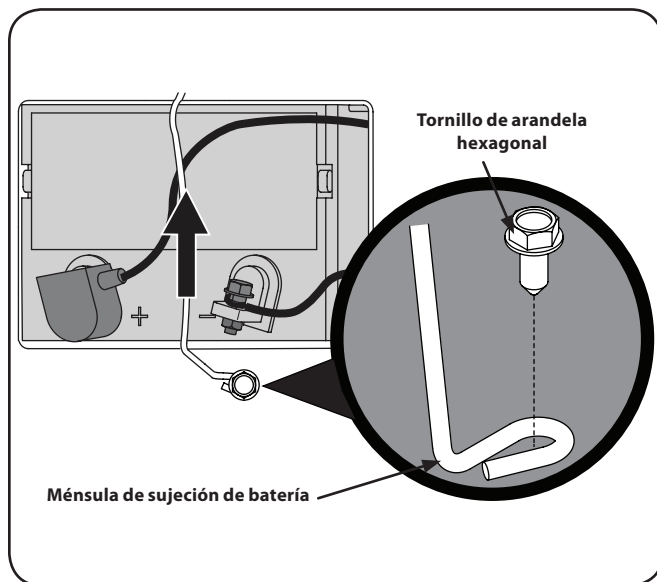

Figura 7-1
1. Extraiga el tornillo de la arandela hexagonal que sujeta el soporte de sujeción de la batería al marco. Luego levante el soporte de sujeción de la batería para liberar la batería. Vea la Figura 7-1.